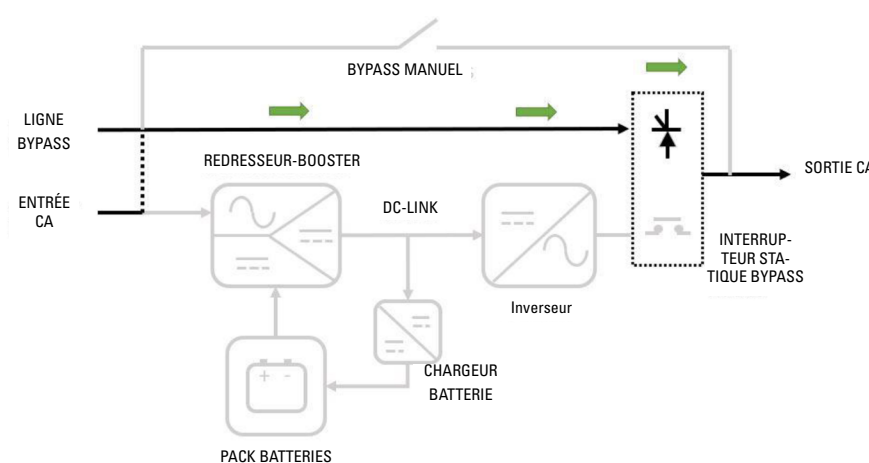

Fig. 14. Flux d'énergie de l'onduleur arrêté (mais alimentant les charges à travers le bypass).
2.  Dans les manœuvres d'arrêt de l'ASI, après avoir fonctionné en mode normal, ou venant du démarrage initial et en forçant le transfert en bypass statique à travers l'afficheur, **l'ASI fournira la tension de Bypass à la Sortie (aux charges), même à l'arrêt complet, si l'interrupteur d'entrée (ou de Bypass séparé le cas échéant) et celui de sortie sont activés (sur ON)**. Dans cette situation, le redresseur, le chargeur et l'inverseur de l'équipement ne fonctionneront pas. Voir la *Fig. 14*.